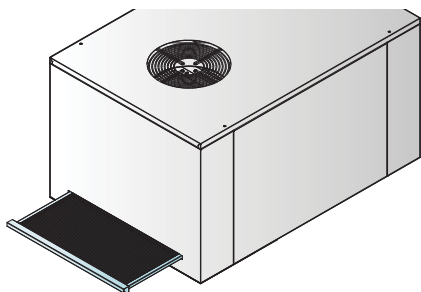

fig. 16
- Se la macchina è dotata di Recuperatore Termico con pompa di calore, pulire il filtro estraibile (vedi fig. 16).